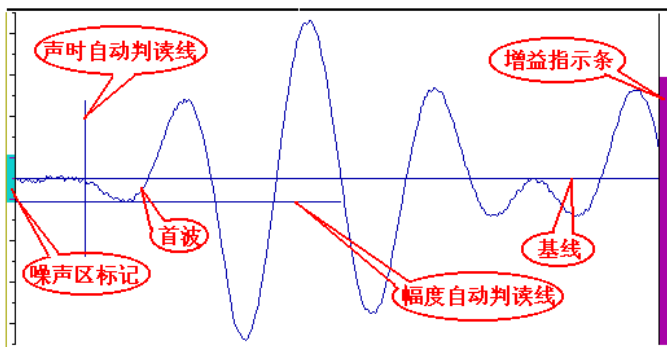

图 2.3 波形区示意图
对测试界面的波形区中的波形进行操作，如图 2.3 所示。首先
- **快速采样状态**：简称快采，指系统在动态采样时不对波形的幅度和延时进行调整的状态。此时图 2.3 中的增益指示条变红。
- **自动调整采样状态**：指系统在动态采样开始时，自动调整首波位置到波形区左边，并在整个动态采样过程中自动将首波的幅度调整到合适位置。此时图 2.3 中的增益指示条变绿。